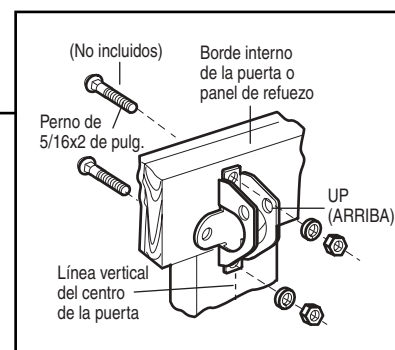

Figura 4
- Puede usar los agujeros laterales o superior e inferior de la ménsula. Haga los agujeros correspondientes de 5/16 de pulg. en la puerta y fije la ménsula con tornillos de 5/16x2 de pulg., arandelas de presión y tuercas (no incluidos). (Figura 4)